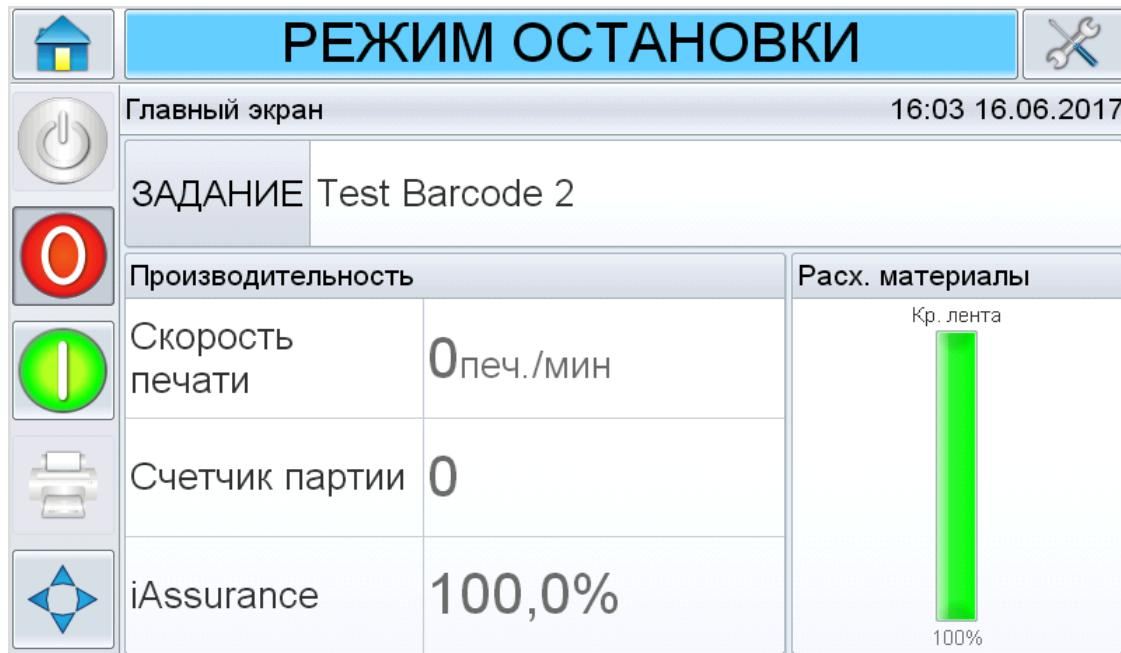

Рис. 4-2: Главная страница системы CLARiTY в режиме неактивен
Рисунок 4-2 отображает главную страницу системы CLARiTY в состоянии "OFFLINE" (НЕАКТИВЕН).
1. Убедитесь, что принтер находится в состоянии OFFLINE (НЕАКТИВЕН) (см.Рисунок 4-2 на странице 4-2).